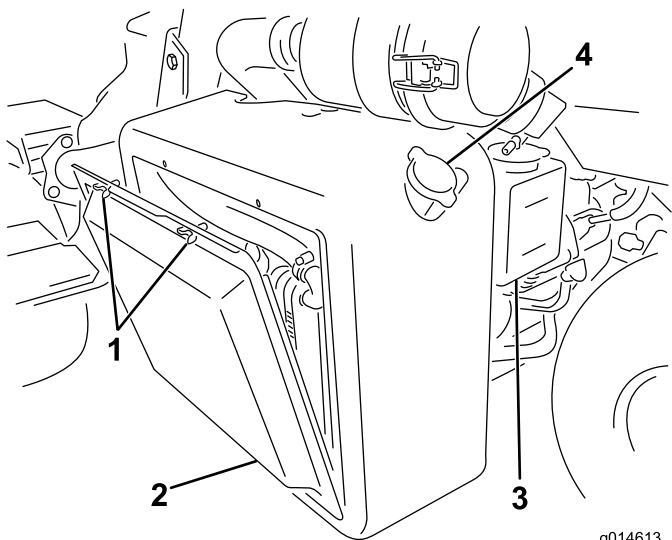
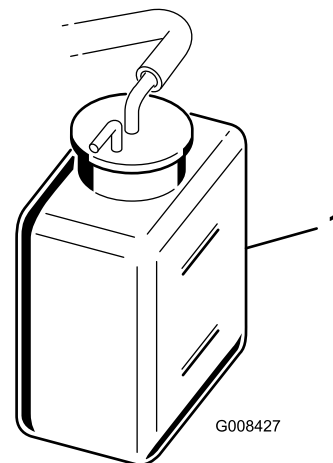

Figura 43
Figura 44
1. Rimuovete la griglia del radiatore (Figura 43).
2. Controllate il livello del refrigerante (Figura 43 e Figura 44).